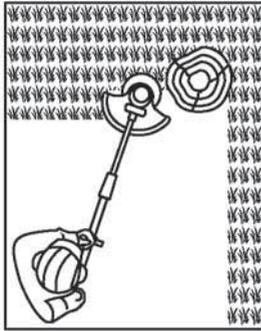

Fig. 30
- > Faites particulièrement attention lorsque vous travaillez à proximité de buissons ou d'arbres : la tête de coupe peut endommager les écorces tendres ainsi que les poteaux des barrières (Fig. 30).